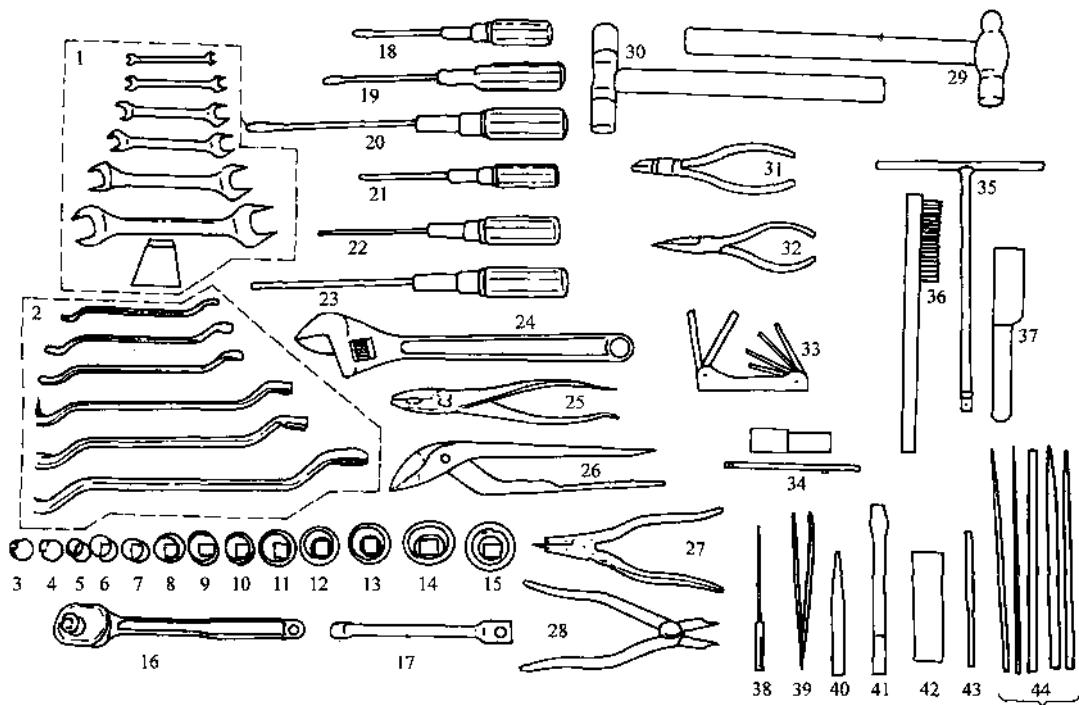

图 1—1 摩托车通用维修工具
(1) 呆扳手(开口扳手)。呆扳手分为单头和双头两种，如图 1—2 所示。它的开口尺